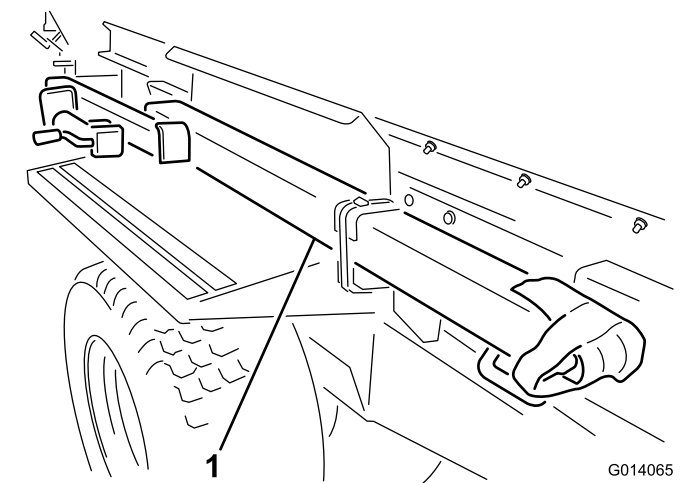

图 3
- 切断两条箍带卸下运输位置的挂钩把挂钩固定到挡泥板 (图 3)。卸下挡泥板上的两个安装支架并丢弃。